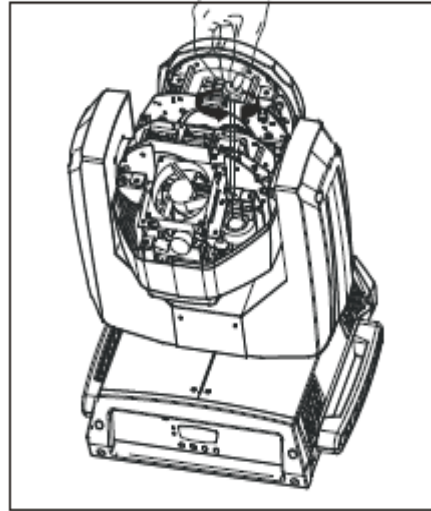

Figura 2
2. Posizionare la testa come in Figura 2 e smontare la ventola di raffreddamento lampada nella parte posteriore della testa.